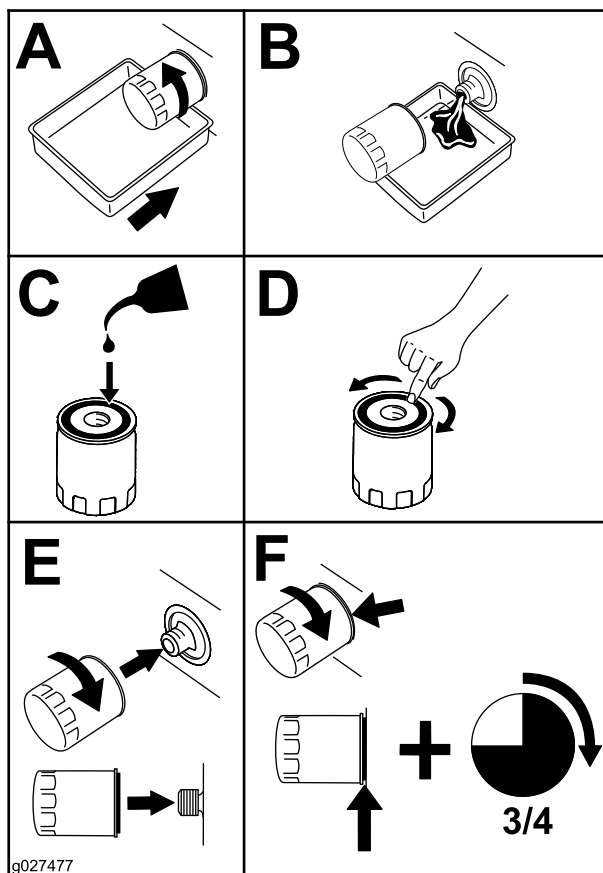

図 52
4. 図 52 に示す手順でエンジンオイルフィルタを交換します。